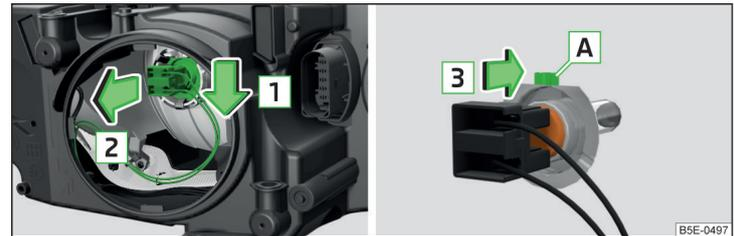

Abb. 244 Scheinwerfer mit Halogen-Licht: Glühlampe für Abblendlicht
- Den Stecker mit der Glühlampe in Pfeilrichtung **1** lösen » Abb. 244.
- Eine neue Glühlampe so einsetzen, dass die Fixiernase **A** » Abb. 244 an der Glühlampe in die Aussparung am Reflektor passt.